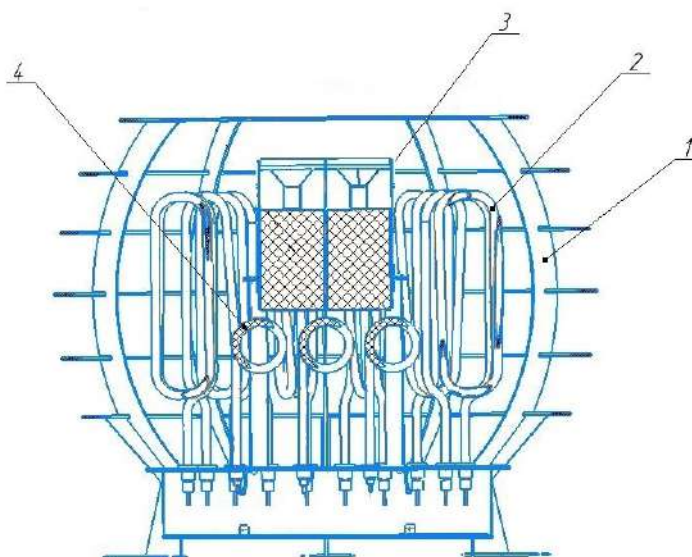

Рис. 2. Внешний вид Устройства в разрезе.
1.4.1 Устройство выполнено в виде сферического корпуса (поз.1. рис.2) с установленными внутри ТЭНами (поз.2; 4. рис.2). Корпус изготовлен в виде сборной конструкции из стального проката. В центре корпуса установлен пароаккумулятор (поз.3. рис.2). В нижней части блоков ТЭНов размещены клеммники для подключения ЭНУ к ПУ.